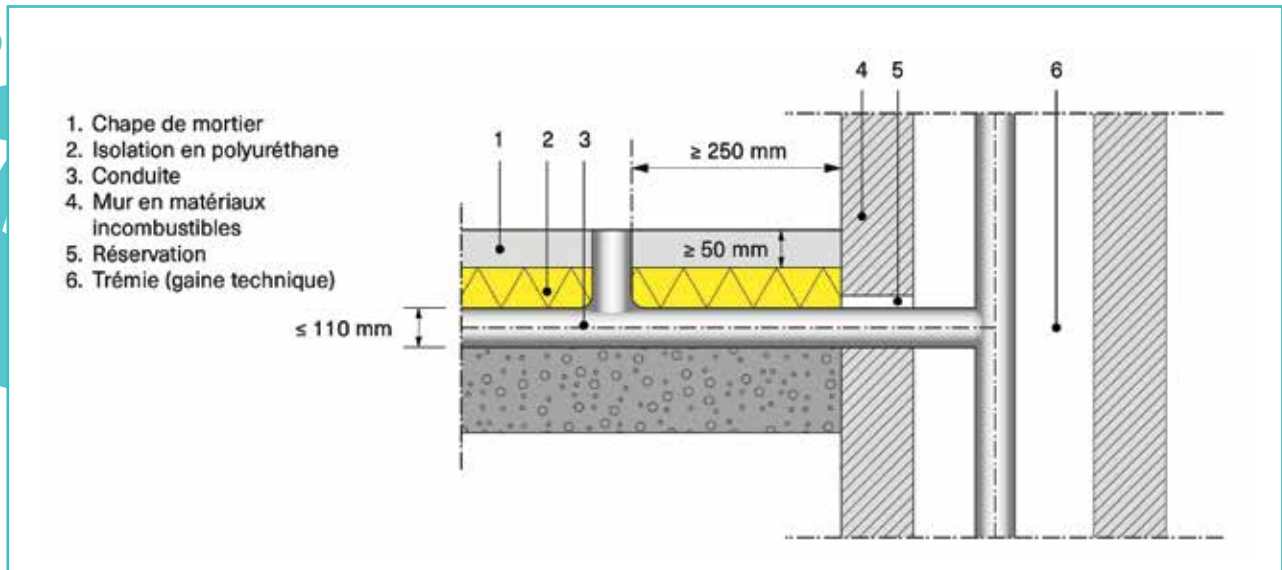

Fig. 2 Conduite recouverte de polyuréthane projeté.
Les résultats de l'essai ont été concluants, dans la mesure où toutes les conduites testées respectent le critère E(I) 60. Il est donc possible d'étendre les possibilités de se passer d'un dispositif d'obturation résistante au feu (voir figure 2). Pour ce faire :